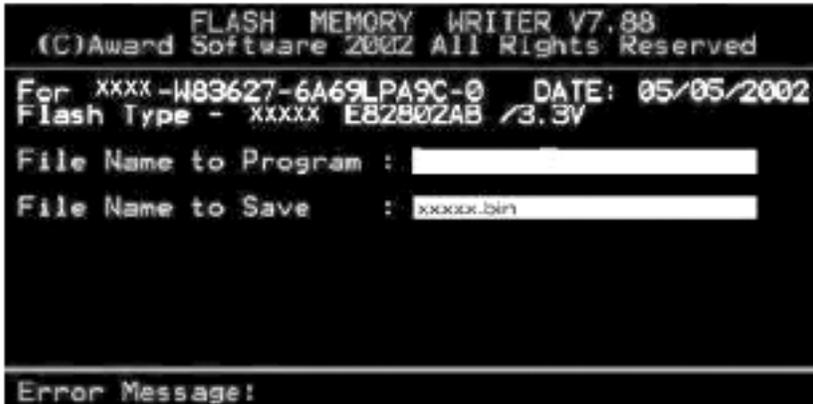

图 2-14 输入扩展各对话框界面
2) 在执行菜单的空白处输入 xxxx. bin 文件名。程序将自动显示出下载的 xxxx. bin 文件的 BIOS 类型及 BIOS 版本，且会在屏幕下方提示：“Do You Want To Save Bios? 【Y/N】”。此时选择“Y”，即会显示如图 2-14 所示的对话框。在对话框中的“File Name to Save”后的空白处输入一个 BIOS 文件的扩展名。AWDFLASH 程序即以输入的文件扩展名来保存笔记本电脑当前使用的 BIOS 版本到硬盘中，并自动完成 BIOS 新旧版本对比校验。